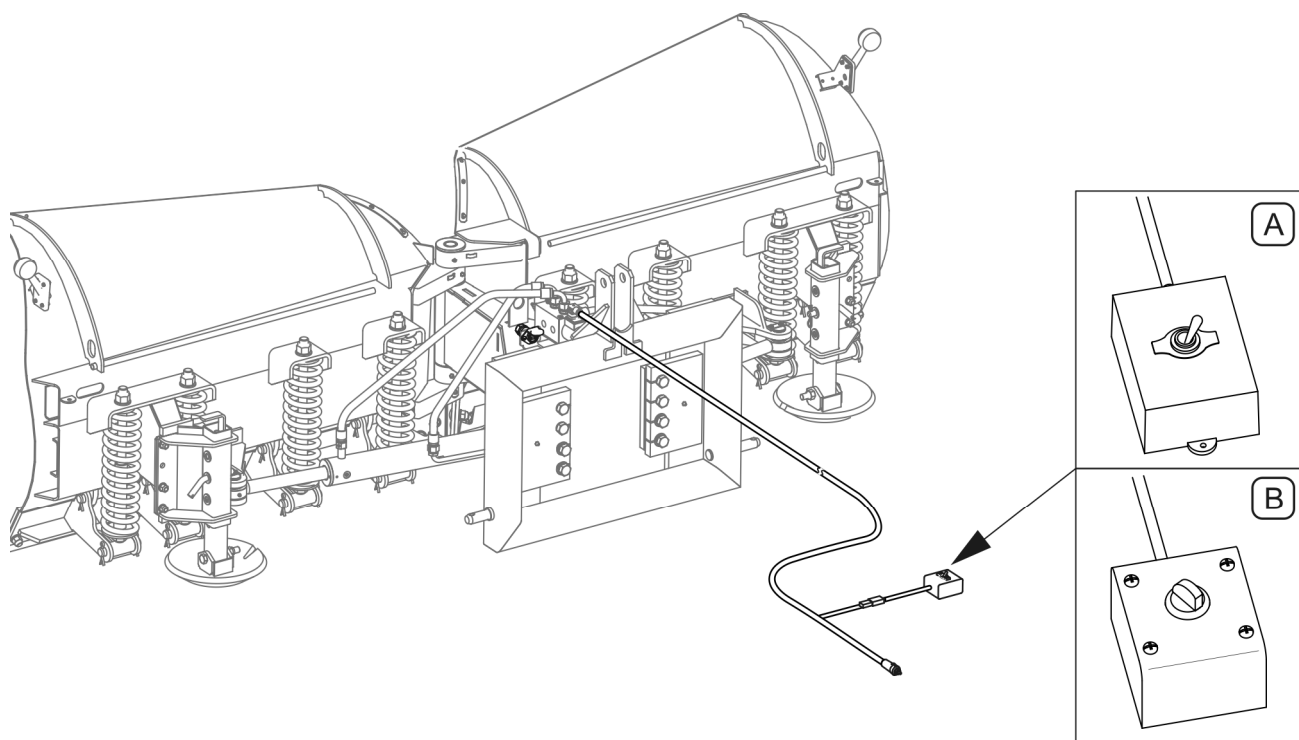

FIG 4.6 Omskifter til styring af ændring af driftsposition
Afhængigt af type af styringen (FIG 4.6) (uafhængig eller uafhængig-samtidig) kan ploven være forsynet med en omskifter med 2 positioner (A) eller med 3 positioner (B).